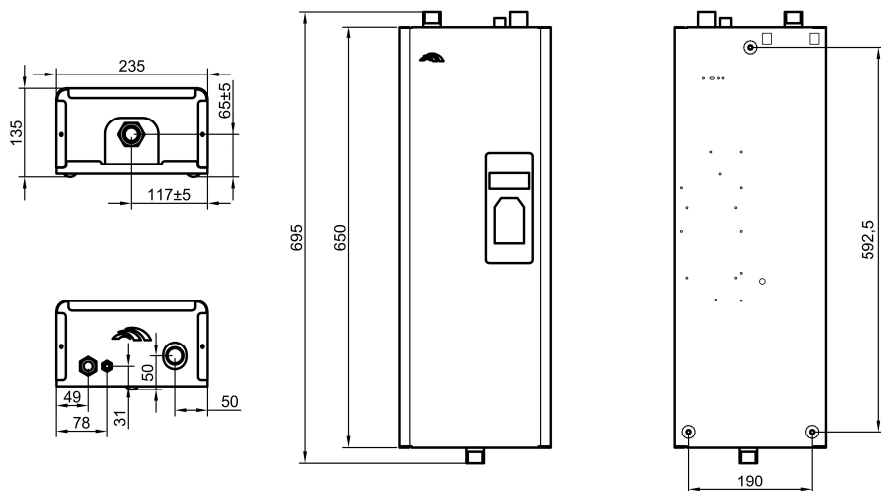

Рисунок 3 - Апарат КЕО-МЦ 4,5-15 кВт (230В;400В)
5.1 КЕО є конструкцією, що складається з окремих вузлів, розміщених в сталевому корпусі форми паралелепіпеда (рис.3). Корпус є конструкція, сприймаюча навантаження, яке виникає при експлуатації і транспортуванні.